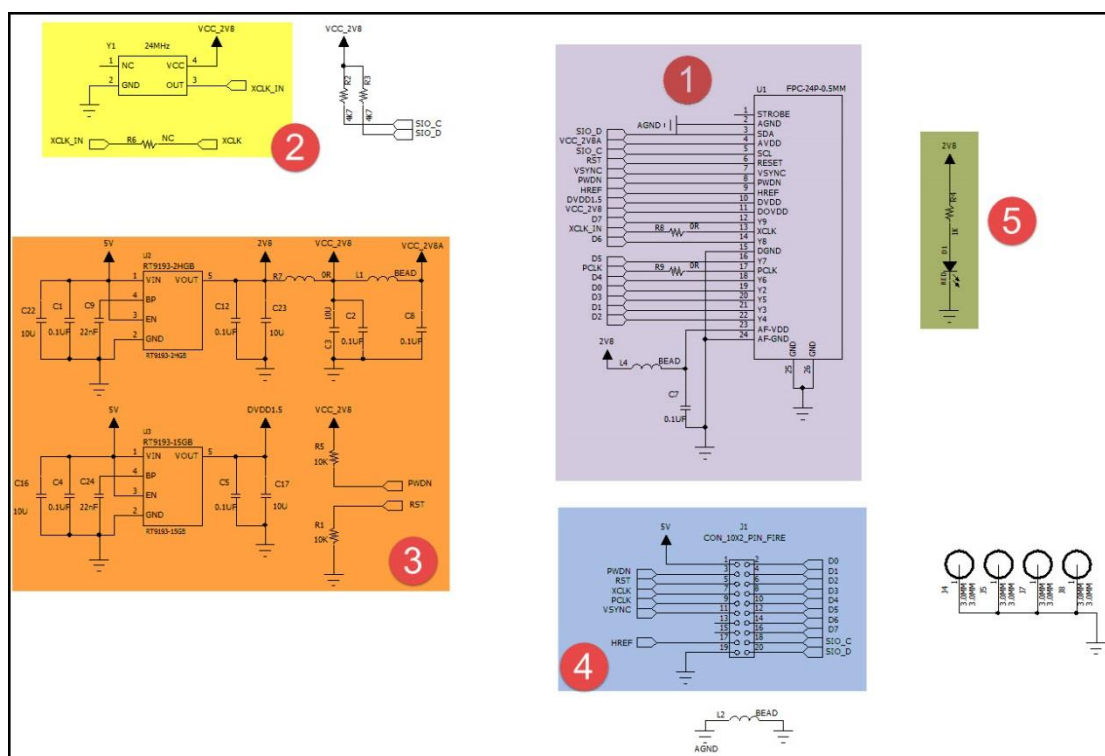
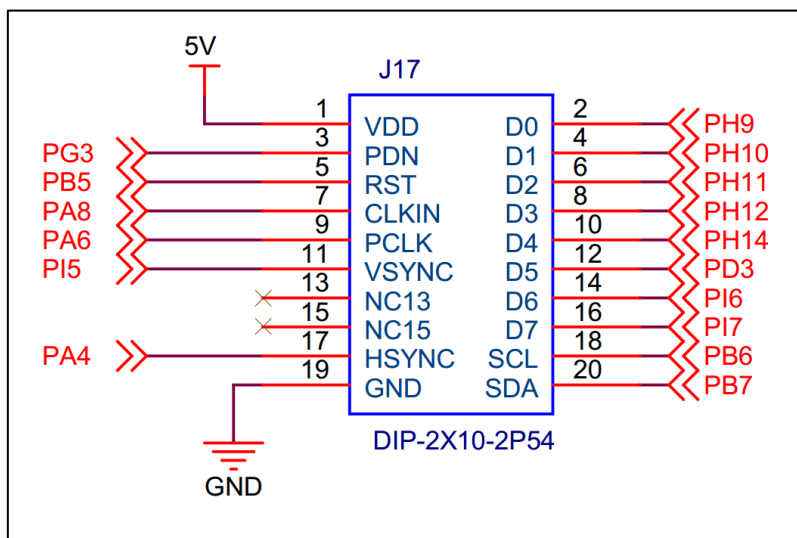

图 0-16 OV5640 摄像头原理图
图 0-17 STM32 实验板引出的 DCMI 接口
本实验采用的 OV5640 摄像头实物见图 0-16，其原理图见图 0-17。
图 0-16 标号①处的是 OV5640 模组接口电路，在这部分中已对 SCCB 使用的信号线接了上拉电阻，外部电路可以省略上拉；标号②处的是一个 24MHz 的有源晶振，它为 OV5640 提供系统时钟，如果不想使用外部晶振提供时钟源，可以参考图中的 R6 处贴上 0 欧电阻，XCLK 引脚引出至外部，由外部控制器提供时钟；标号③处的是电源转换模块，可以从 5V 转 2.8V 和 1.5V 供给模组使用；标号④处的是摄像头引脚集中引出的排针接口，使用它可以方便地与 STM32 实验板中的排母连接。标号⑤处的是电源指示灯。
通过排母，OV5640 与 STM32 引脚的连接关系见图 0-17。控制摄像头的部分引脚与实验板上的 RGB 彩灯共用，使用时会互相影响。